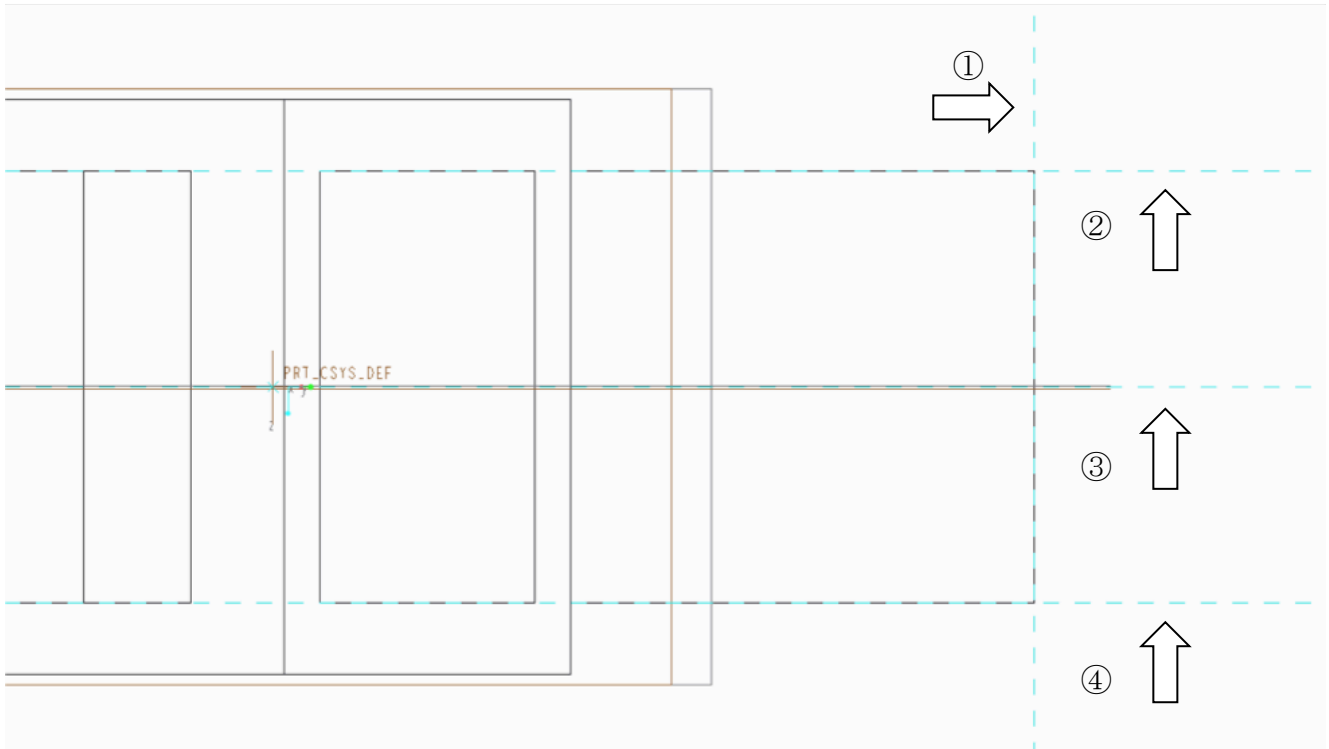

Fig. 18
3-7. Fig.18 の参照軸 4 本①～④を作成する. (Fig.18 は隠線消去している)